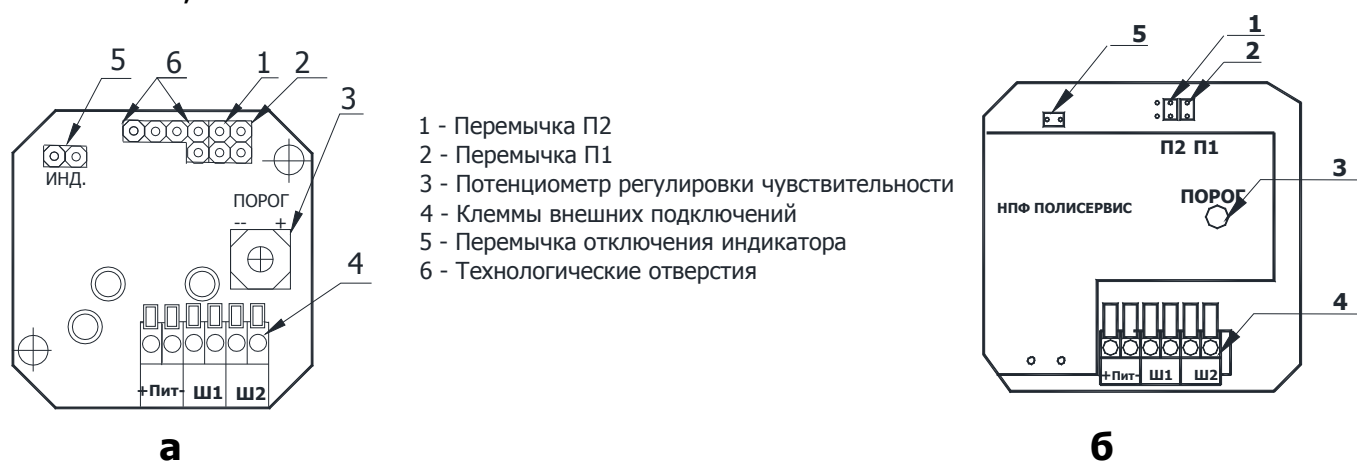

Рисунок 1.3 Расположение элементов коммутации и регулировки на платах **а** – ИД2-50, ИД2-50-1, **б** – ИД2-50-005, ИД2-50-105.
1.5.2 Извещатели, в зависимости от установки перемычек **П1** и **П2** (рисунок 1.3), работают по следующим вариантам обнаружения нарушителя: